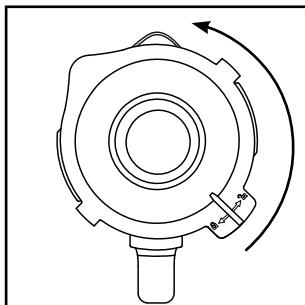

Fig. 1
- 1) Ruotare l'inserto mixer **③** in senso antiorario finché la freccia ▼ sotto la maniglia dell'inserto mixer non si trovi al di sopra della posizione . Rimuovere l'inserto mixer **③** sollevandolo in verticale dal blocco motore **⑥**.
- 2) Rimuovere il coperchio **②**, ruotandolo in senso antiorario in direzione della posizione  (vedere Fig. 1), fino a poterlo estrarre verso l'alto.
- 3) Riempire l'inserto mixer **③** almeno fino alla tacchetta inferiore della scala graduata **⑧** e non oltre il segno MAX. Per risultati ottimali si consigliano le seguenti quantità di riempimento massime: